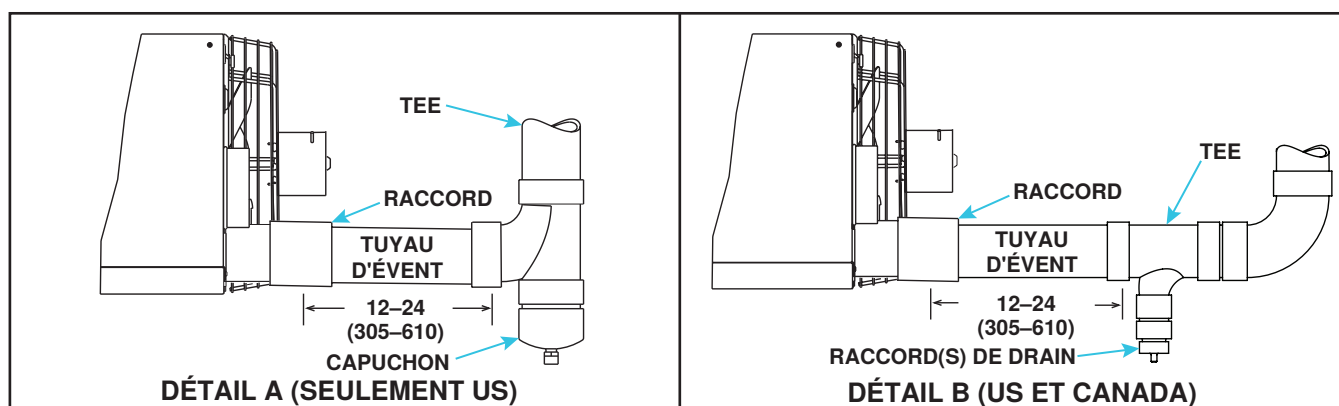

Figure 20. Installation du drain de condensat dans l'évent vertical (tailles d'unité 130–310)
2. Pour évent vertical, installez le drain de condensat d'évent sur les tailles d'unité 130–310 (voir Figure 20) :
- c. Pour les installations aux US uniquement (voir Figure 20, DÉTAIL A) :
- (1) Raccordez le tee en PVC 4 × 4 × 4 fourni sur place au tuyau d'évent.
- (2) Connectez le capuchon en PVC inclus dans l'option CC2 au tee. Le capuchon est percé et taraudé pour une connexion de vidange NPT de 1/2 pouce.
- (3) Raccordez le drain de condensat fourni sur place au capuchon.
- d. Pour les installations US ou Canadiennes (voir Figure 20, DÉTAIL B) :
- (1) Raccordez le tee en PVC fourni sur place au tuyau d'évent.
- (2) Connectez le(s) raccord(s) fourni(s) sur site au tee selon les besoins pour une conduite de vidange de condensat de 1/2 pouce ou plus.